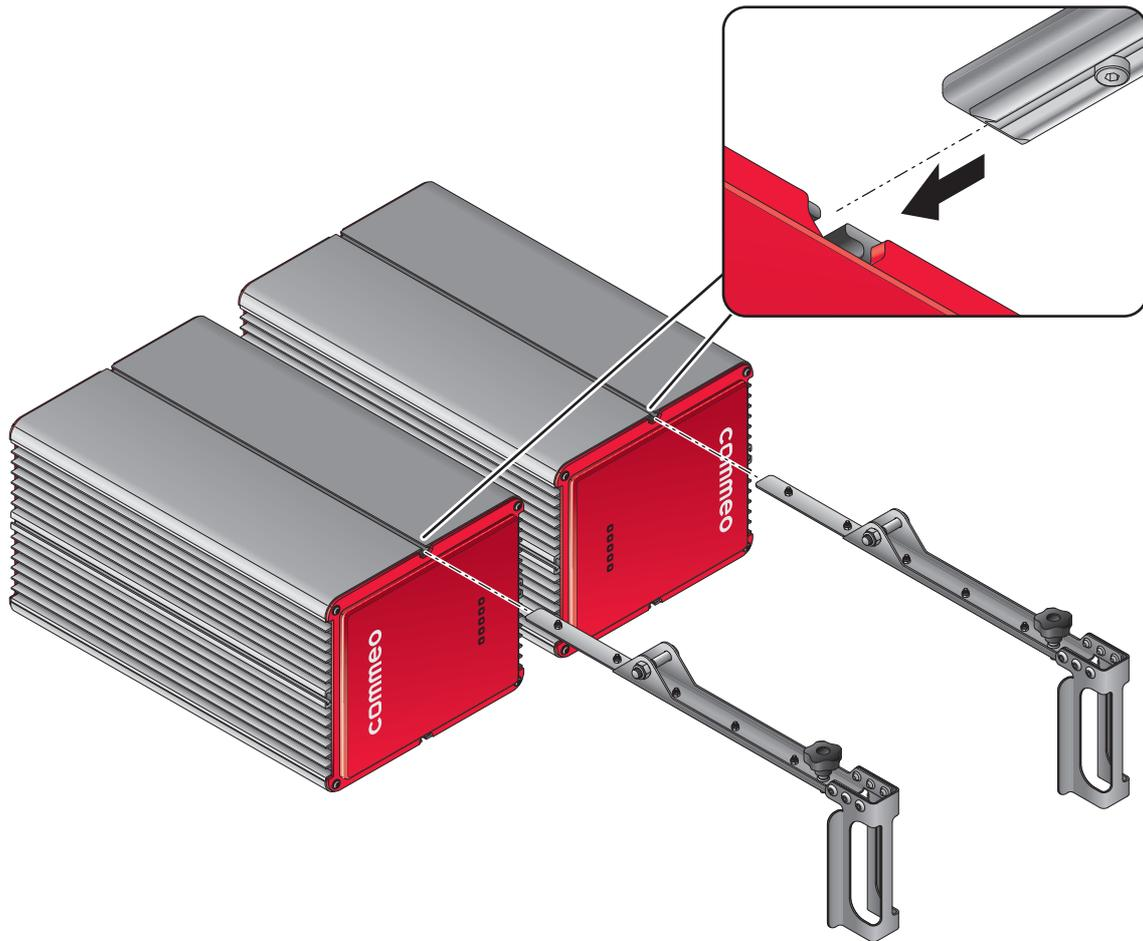

Abb. 10: T-Schiene in die T-Nut der Energiespeicherblöcke in den Positionen für einen 800 mm-Energiespeicherschrank einführen
- Beim 800 mm-Energiespeicherschrank müssen die Logos der esbL-Energiespeicherblöcke außen sein (siehe Abb. 10, Seite 19).